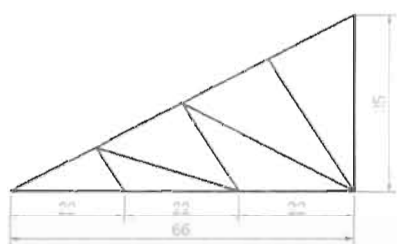

图 3-170
(1) 使用 Line (直线) 命令绘制出如图 3-170 所示的直角三角形, 并用 divide (定数等分) 命令将其等分, 捕捉等分后的节点绘制出它们之间的连线。